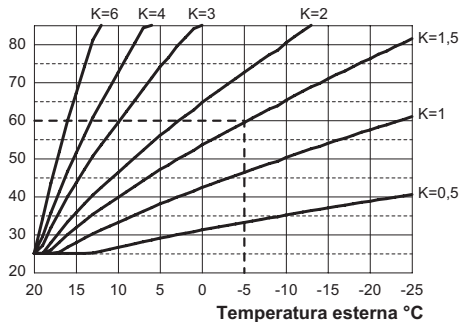

Figura 5.45
Se alla caldaia **È COLLEGATO** il comando remoto (opzionale) riferirsi alla Figura 5.45. In questo caso il settaggio del coefficiente K deve essere fatto da remoto.
Quando si installa la sonda esterna bisogna impostare questo parametro in base al rendimento dell'impianto di riscaldamento per ottimizzare la temperatura di mandata (Figura 5.45).
Es. Per avere una temperatura di mandata all'impianto di riscaldamento di 60°C con una esterna di -5°C si deve settare un K di 1,5 (linea tratteggiata in Figura 5.45).
- Utilizzando i tasti 12 o 13 è possibile modificare il valore del parametro 15 da un minimo di **01** ad un massimo di **60** in base alla curva scelta del coefficiente K in Figura 5.45 (il valore letto sul display corrisponde a valori decimali di co-